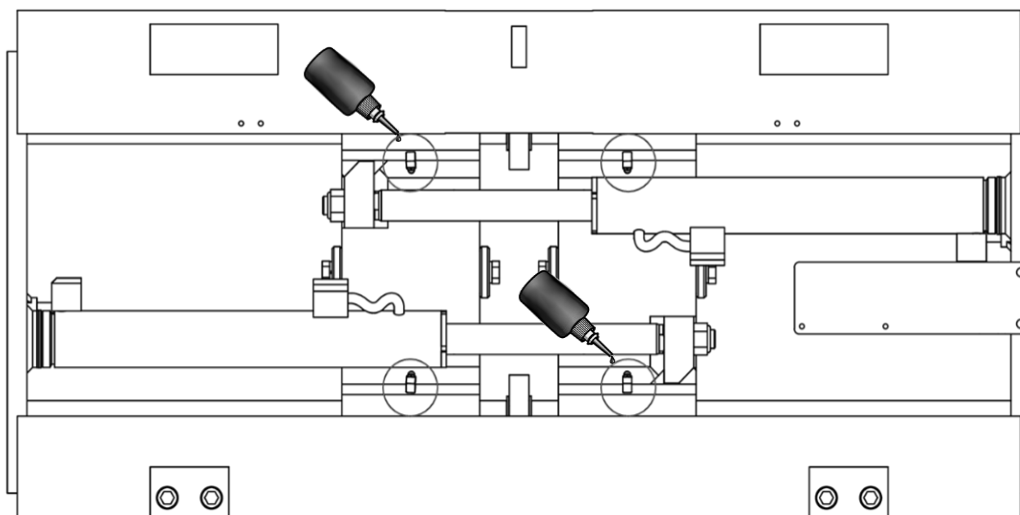
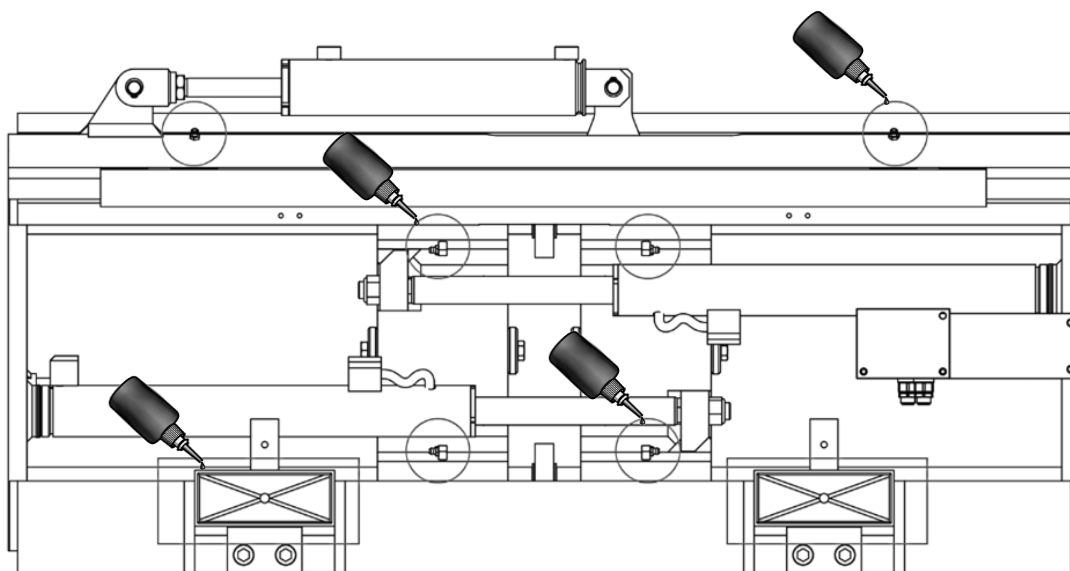

Figura 26
Figura 27
1. Lubrificare i componenti di scorrimento mediante gli appositi ingrassatori (vedi *Figura 26* e *Figura 27*).
2. Lubrificare i lardoni di scorrimento e la relativa barra di scorrimento (vedi *Figura 27*, per versioni con *s/s*).